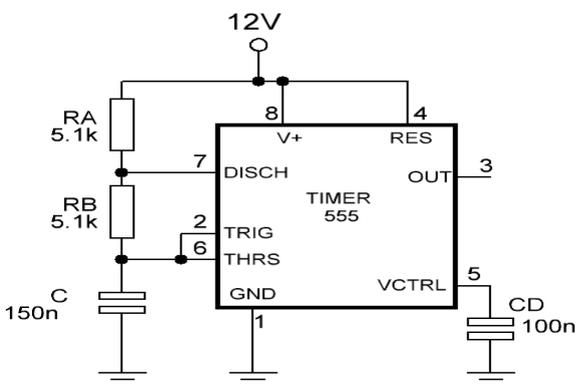

Figure 7a
1. Câbler sur la plaque d'essai le montage astable de la figure 7a.
Utiliser le montage astable de la figure 7a, en appliquant sur la pin voltage control (5) une tension variable comprise entre 3 et 10 Volts, relever l'évolution de la fréquence du signal de sortie en fonction de la tension V_5 .